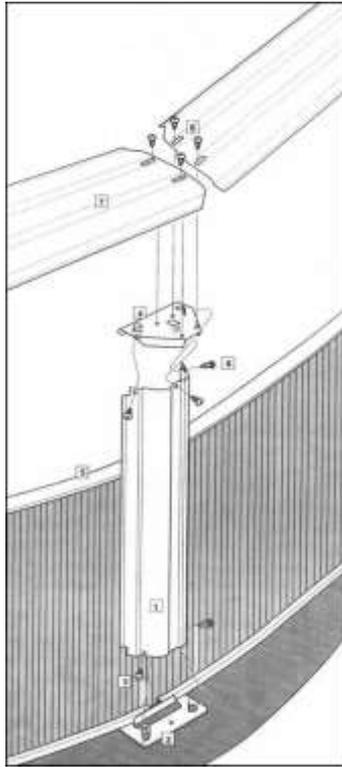

fig. 29
a) Instalar un perfil superior, fig. 29, colocando primero uno de los extremos sobre la placa superior (T2). El lado exterior del perfil superior es el más alto.